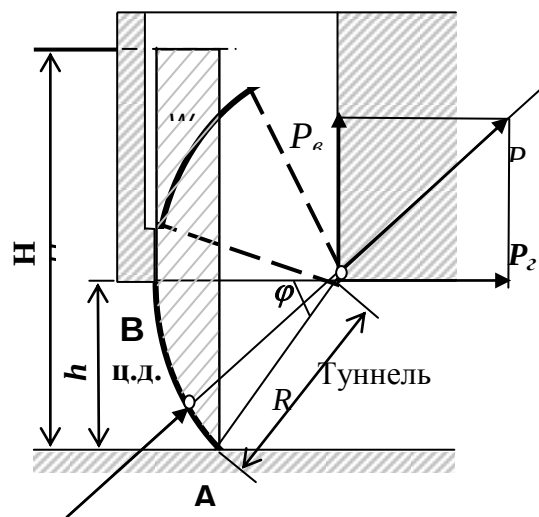

Рис. 1
**Задача 1:** Сброс воды из водохранилища производится через туннель прямоугольного сечения размером  $b \times h$  (рис.1). Вход в туннель закрывается сегментным затвором, имеющим водоудерживающую обшивку в виде криволинейной цилиндрической поверхности  $AB$  с горизонтальными образующими. Радиус цилиндрической поверхности  $R$ . Ширина затвора -  $b$ . Глубина воды в водохранилище –  $H$ . Исходные данные приведены в табл.1.